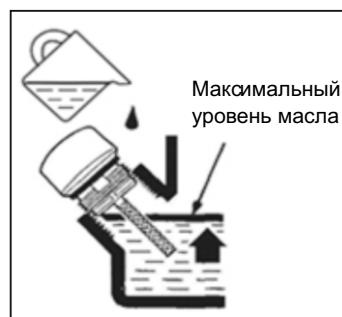

Рис. 22
3. Через маслозаливную горловину залейте моторное масло в картер двигателя до уровня нижней кромки маслозаливной горловины (рис. 22). В зимнем двигателе моторное масло можно заливать в картер как через нижнюю заливную горловину, так и через верхнюю.